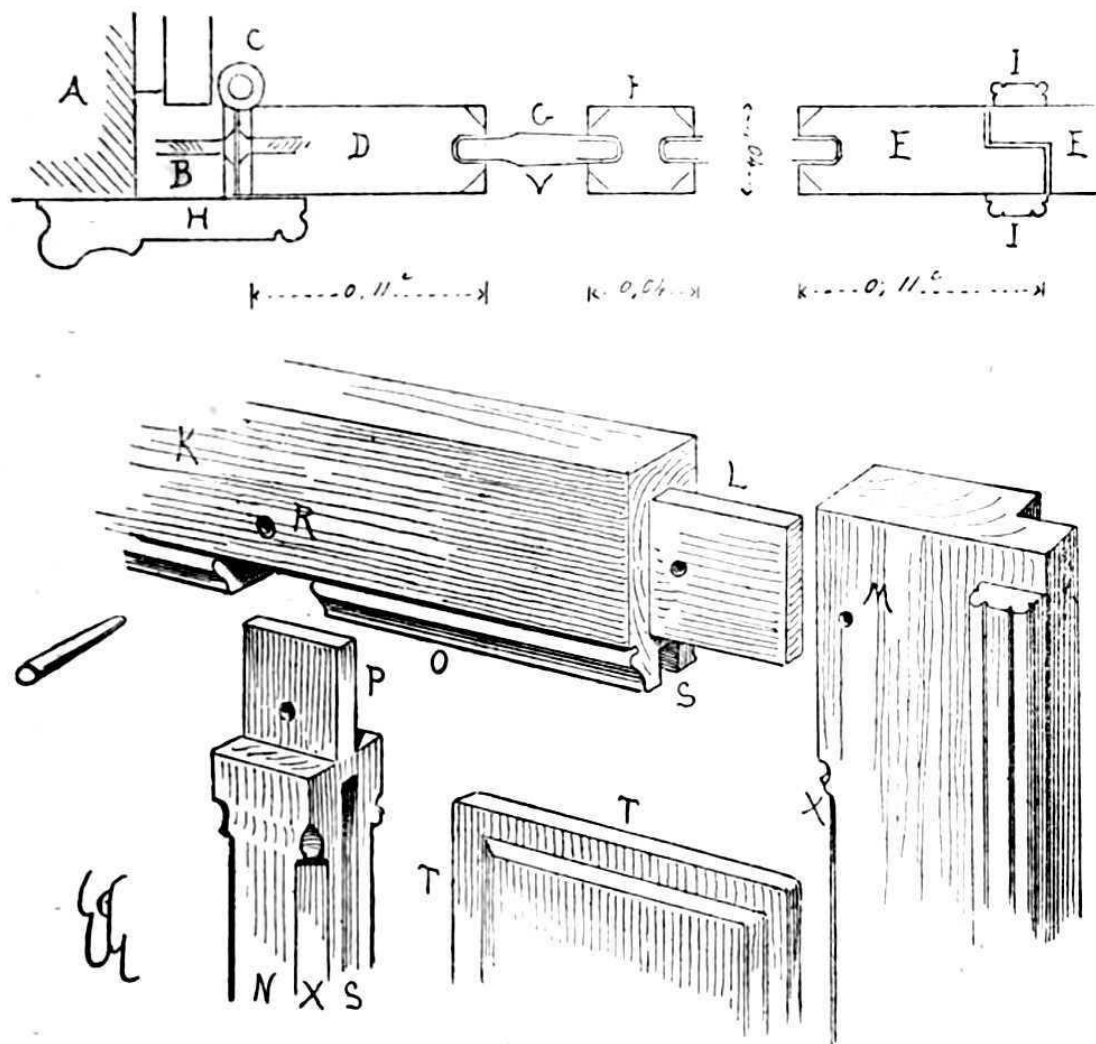

Рис. 57.
Вот деталь этого обрамления (рис. 57): пусть А будет косяком дверного проема; дверная рама В прикреплена к этому косяку с помощью железных упоров. К нему шурупами крепятся петли С, на которых распашные дверные полотна. D - подвесная перекладина; Ее - перекладины для встреч; F - промежуточный мантон; G - панели с выступами в пазах. Наличники Н образуют фальц вокруг подвесных перекладин и верхней перекладины. Формованные полосы, I, прикреплены вдоль фальца на перекладинах для встречи, чтобы укрепить фальц и придать руке закругленный край, который не травмирует руку и не истирает платье. Точкой К обозначена верхняя рейка с шипом L, входящим в паз М, который должен быть прорезан прямо через перекладину. В месте соединения промежуточного выступа, N, формовка, О, обрезается под прямым углом, чтобы освободить место для головки выступа, шип которого, Р, переходит в паз, R. На S вы видите паз, в который помещаются выступы, Т, панелей; толщина которых увеличивается на определенном расстоянии от выступа, как вы видите на V, примерно до 7/8 долей дюйма. Вы заметите, что фанки (X) перекладин заканчиваются под стыками, чтобы сохранить всю прочность древесины. Для дверей таких размеров потребуется по три петли на каждой створке.